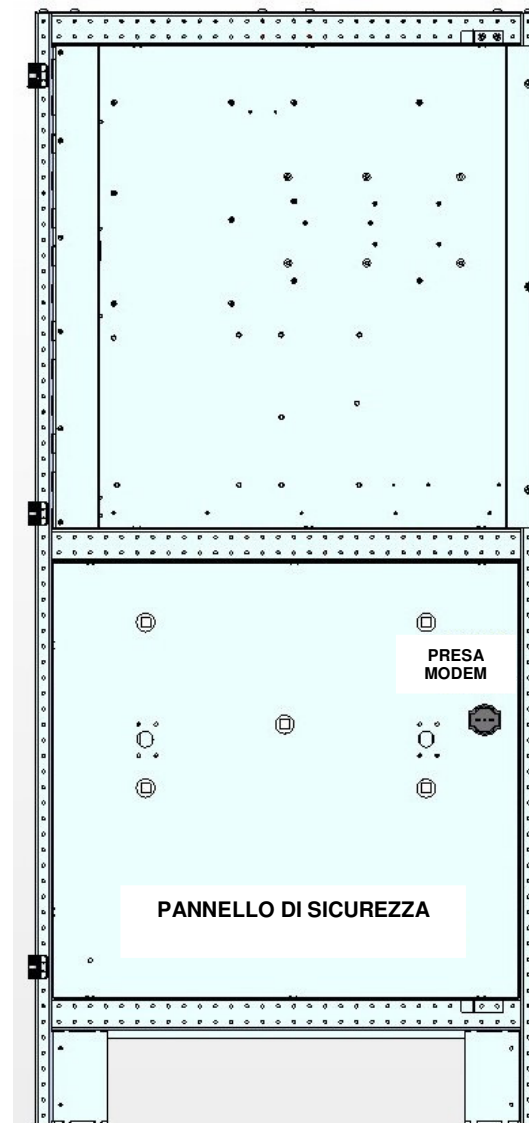
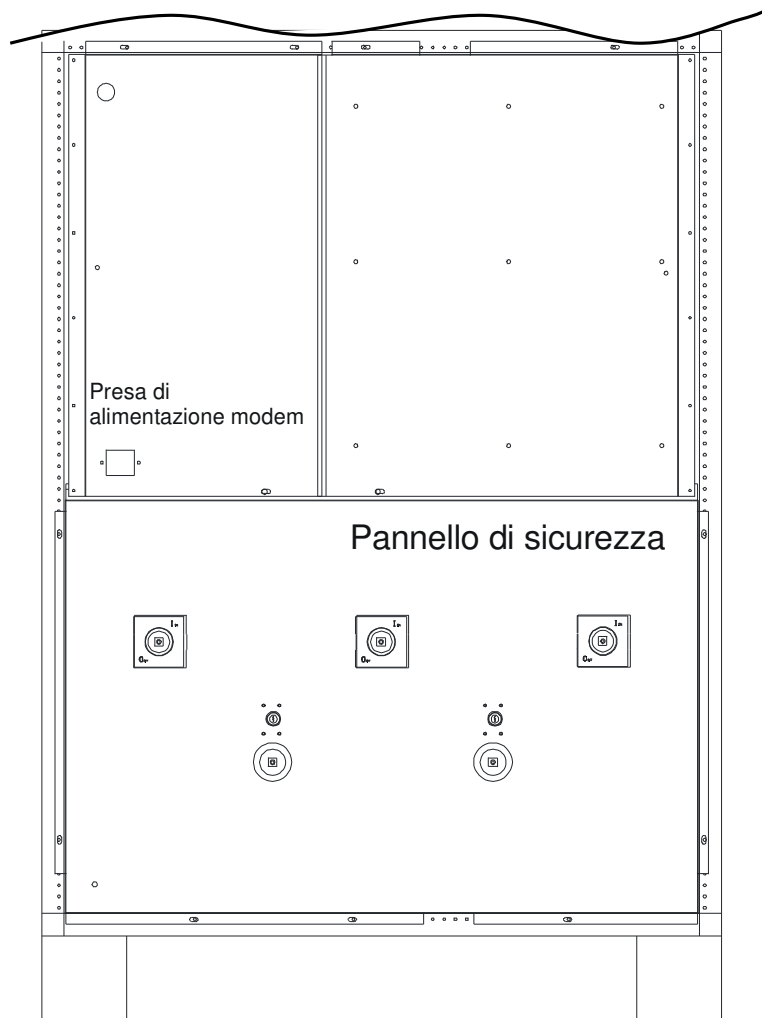

Fig. 7 - 400A
Fig. 8 – 600/800A
- Aprire le porte di accesso esterne situate sulla parte anteriore di CROSS, rimuovere la piastra passacavi e il pannello di sicurezza secondario che permette di accedere alle morsettiere di potenza (vedi Fig. 6 per la taglia 160/250A, Fig. 7 per la taglia 400A e Fig. 8 e per le taglie 600/800A).